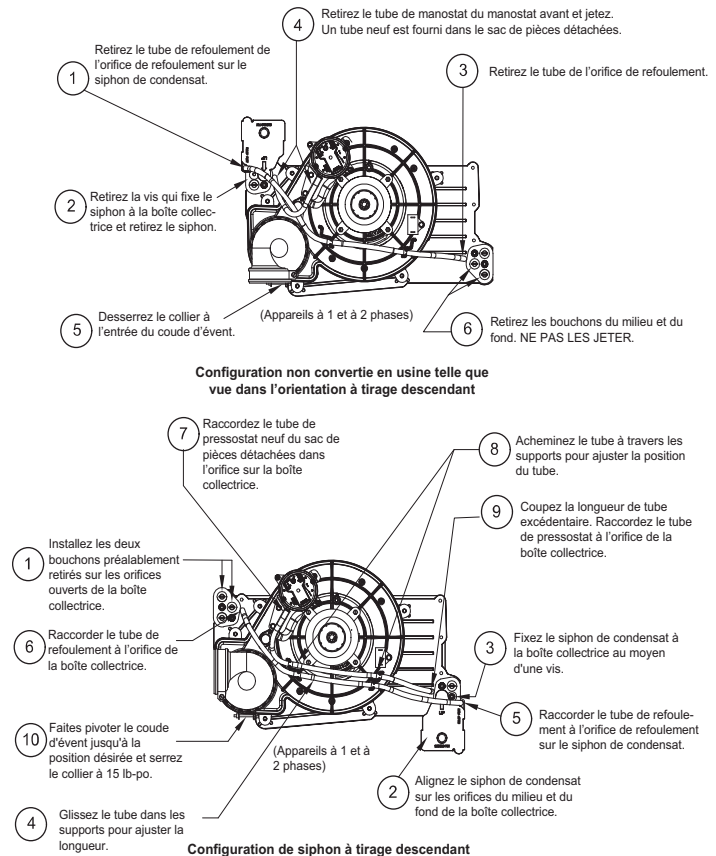

Fig. 9 – Configuration de siphon à tirage descendant
Lorsque la chaudière est installée dans la position à tirage descendant, le siphon de condensat, tel que reçu de l'usine, se trouvera dans le coin supérieur gauche de la boîte collectrice. Consultez l'image du haut de la Fig. 9. Lorsque la chaudière est installée avec orientation à tirage descendant, le siphon de condensat doit être relocalisé pour que le drainage du condensat soit adéquat. Consultez l'image du bas de la Fig. 9.
- La Fig. 9 illustre le siphon de condensat et la tuyauterie avant et après le déplacement. Consultez la Fig. 9 pour entamer la conversion du siphon.